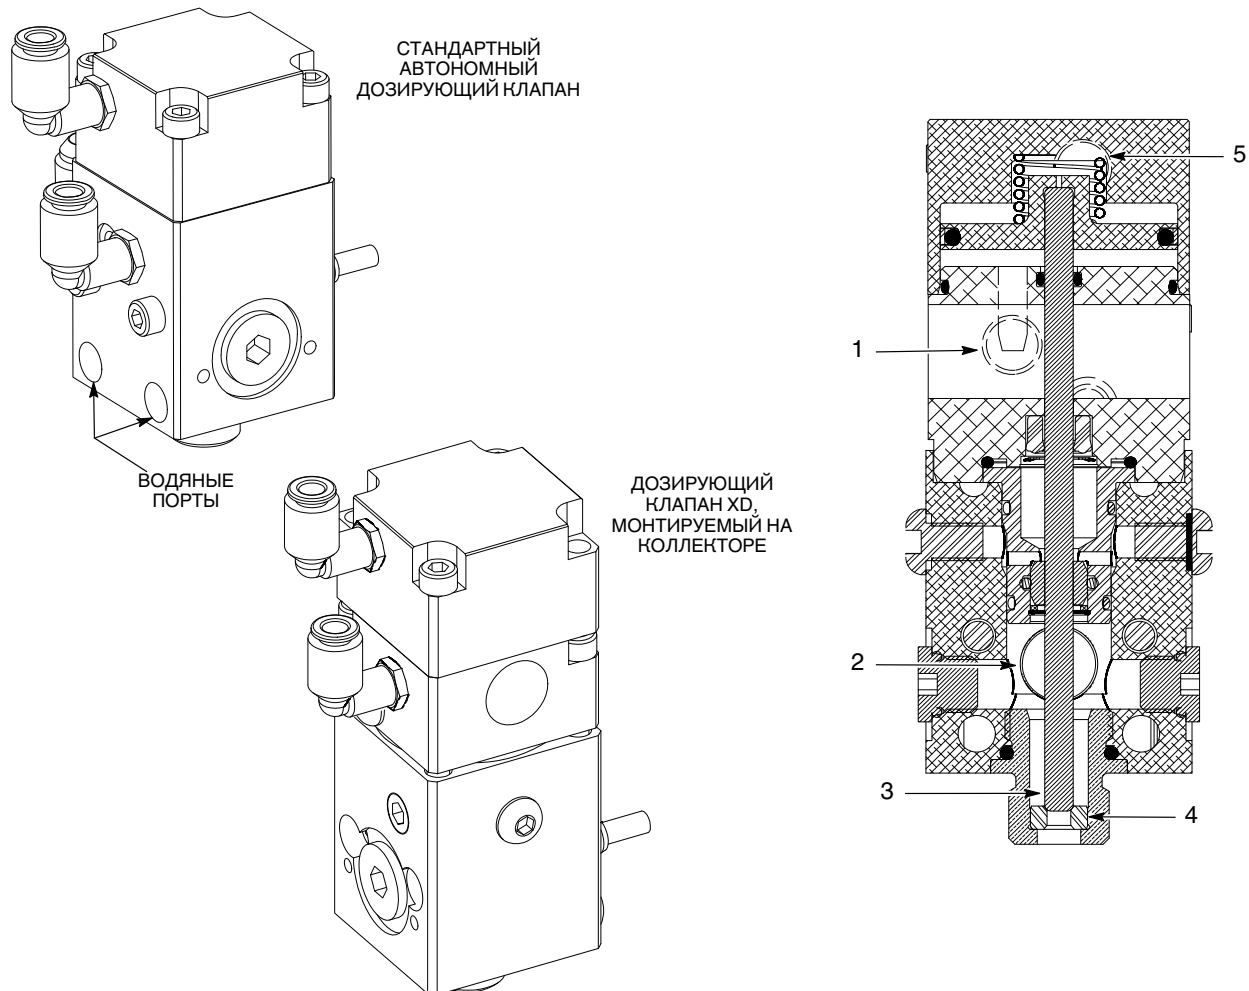

Рис. 1 Типовые стандартные дозирующие клапаны Auto-Flo II
См. рис. 1. Автоматический дозирующий клапан Auto-Flo II используется в разнообразных областях применения для нанесения клеев, герметиков и других материалов. Этот клапан, изготовленный из алюминия, характеризуется малым весом и универсальностью.
См. рис. 1. При подаче сжатого воздуха на впускной воздушный патрубок открытия клапана (1) поршень (3) из седла (4), выдвигая стержень (3) из седла (4). Материал поступает во впускной патрубок (2) и выходит из сопла.